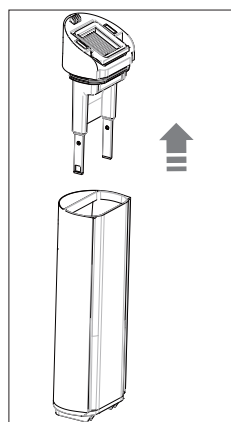

Fig. 9 – Rimozione del tappo
- ▶ Tirare verso l'alto il tappo del serbatoio dell'acqua sporca (**vedere Fig. 9**).